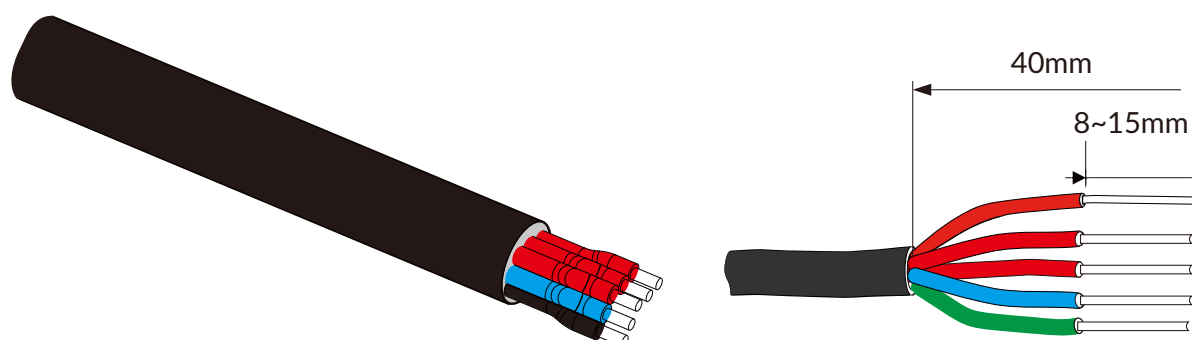

Figura 5.8 Retirar o cabo CA
Passo 2: Use um decapador para retirar a capa protetora e a camada de isolamento do cabo CA até o comprimento correto, conforme mostrado na Figura 5.8.